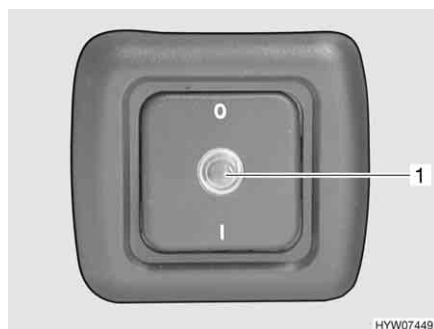

Fig. 105 Interruttore di comando per scaldacqua
Con l'interruttore di comando (Fig. 105) si inserisce la modalità di funzionamento elettrico. La spia di controllo (Fig. 105,1) nell'interruttore deve accendersi.
- Inserire l'interruttore di comando (Fig. 105). La spia di controllo (Fig. 105,1) nell'interruttore si accende. L'acqua nello scaldacqua viene riscaldata a 65 °C.
- Spegner l'interruttore di comando (Fig. 105). La spia di controllo (Fig. 105,1) nell'interruttore si spegne.
- Spegner l'interruttore di comando (Fig. 105). La spia di controllo (Fig. 105,1) nell'interruttore non si accende.